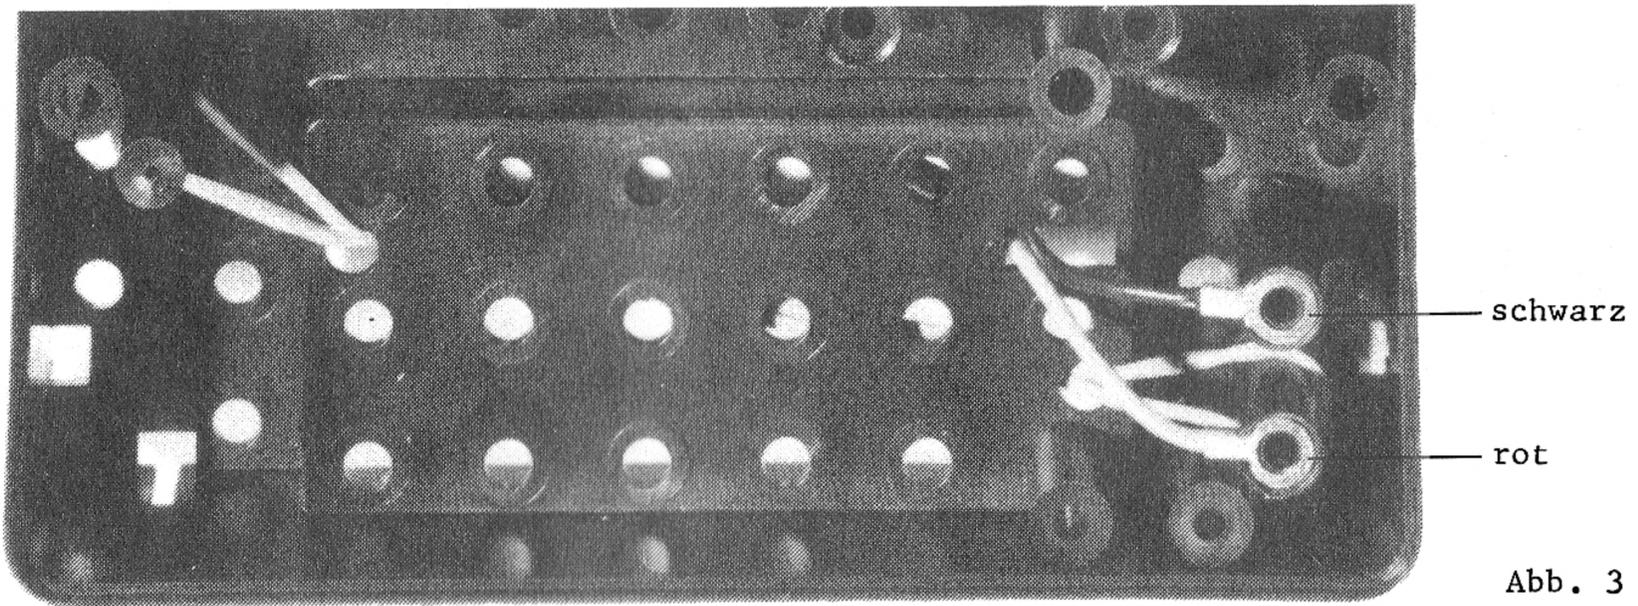

Abb. 3
3. Zum Festklemmen der Batterie wird das Gummiband im Batteriefach von unten durch die äußeren Löcher gesteckt und über die nebenliegenden Schraubröhrchen gehakt (Abb. 3).
führungen in die Schlitze passen (Abb. 3). Es ist unbedingt darauf zu